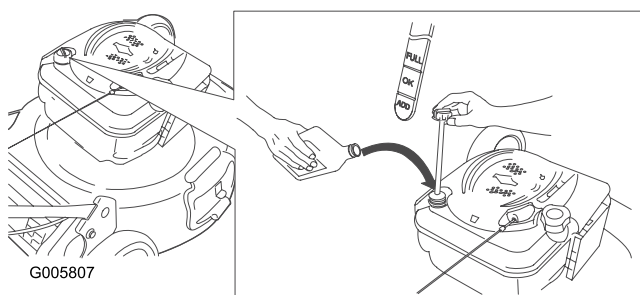

Figura 6
1. Togliete l'asta di livello (Figura 6).